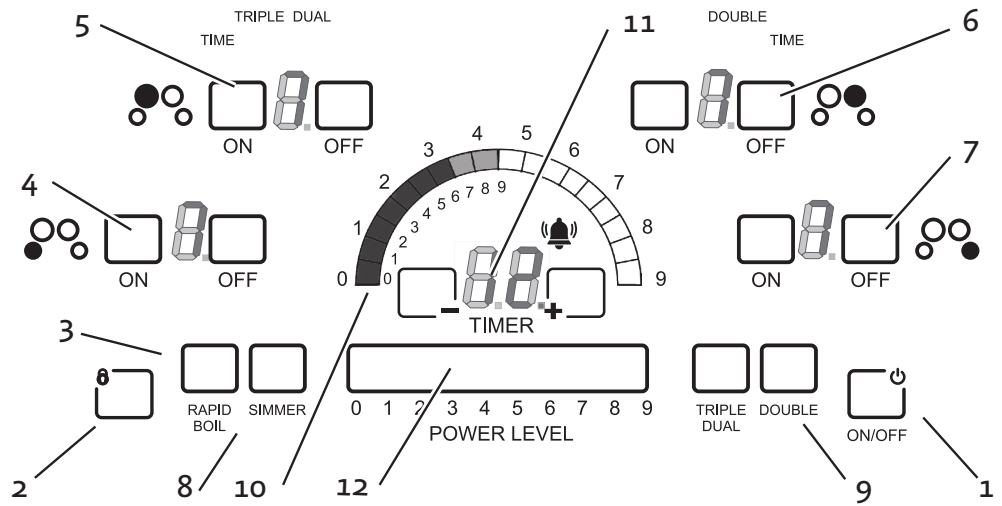

Figure 4: Table de cuisson de 30 po
Pour utiliser la plus petite partie de la zone (élément interne), appuyez sur la touche de sélection (ON) et définissez un niveau de puissance. (Voir « Figure 4: Table de cuisson de 30 po » à la page 9)